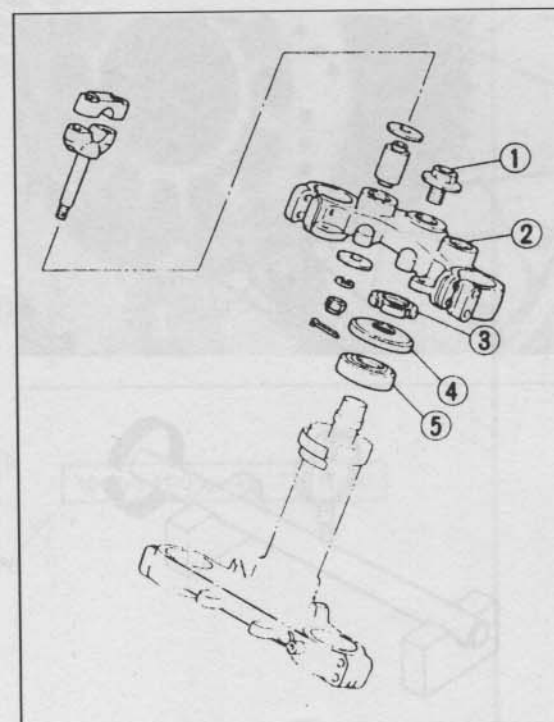

Bild 184
- Lenkschaftmutter ① Bild 184 ausdrehen und obere Gabelbrücke gegebenenfalls samt Lenker abnehmen.
- Nutmutter ② ganz ausdrehen. Dabei untere Gabelbrücke/Gabelschaftrohr nach unten entnehmen.